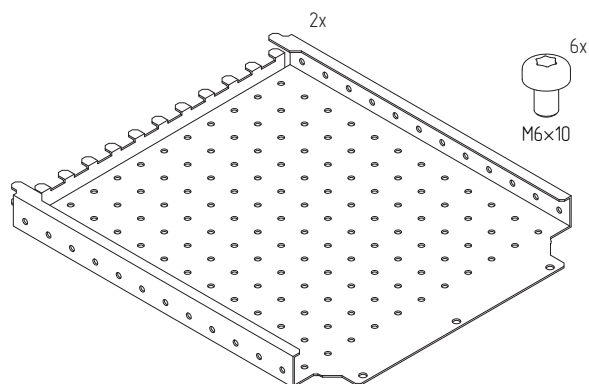

Рисунок 74
4.25.2 Проверить комплектность (рисунок 74).